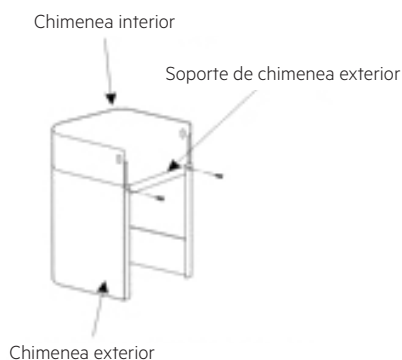

Imagen 4
4. Instale el soporte de la chimenea en la chimenea; consulte la Imagen 4.